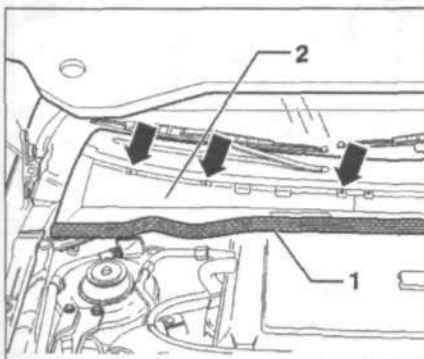

Рис. 12.42. Снимите резиновый уплотнитель 1, начиная со середины автомобиля. Отцепите фиксаторы (стрелки) крышки вентиляционной камеры и снимите крышку 2.
1. Снимите резиновый уплотнитель 1, начиная со середины автомобиля (рис. 12.42). Отцепите фиксаторы (стрелки) крышки вентиляционной камеры и снимите крышку 2.